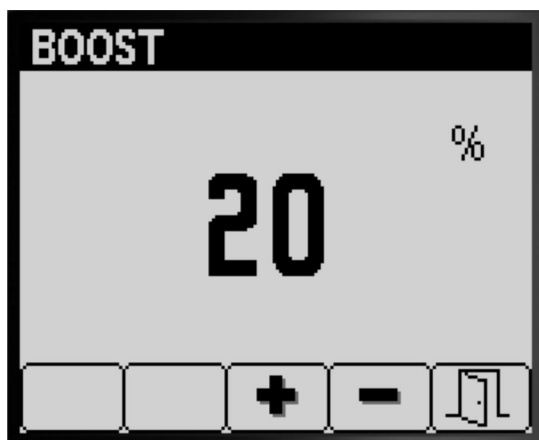

图 9
- 按 4 号按钮选择 Boost % 喷洒率增强百分比设置图 9。
- 按 3 号或 4 号按钮设可设置升高或降低喷洒率增强百分比图 9。